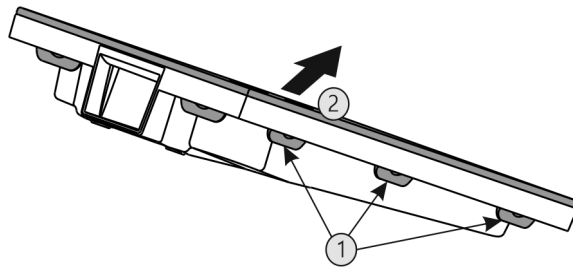

Fig. 49
- ▶ Последовательно нажать на все накладки Fig. 49 (1) и снять крышку Fig. 49 (2).